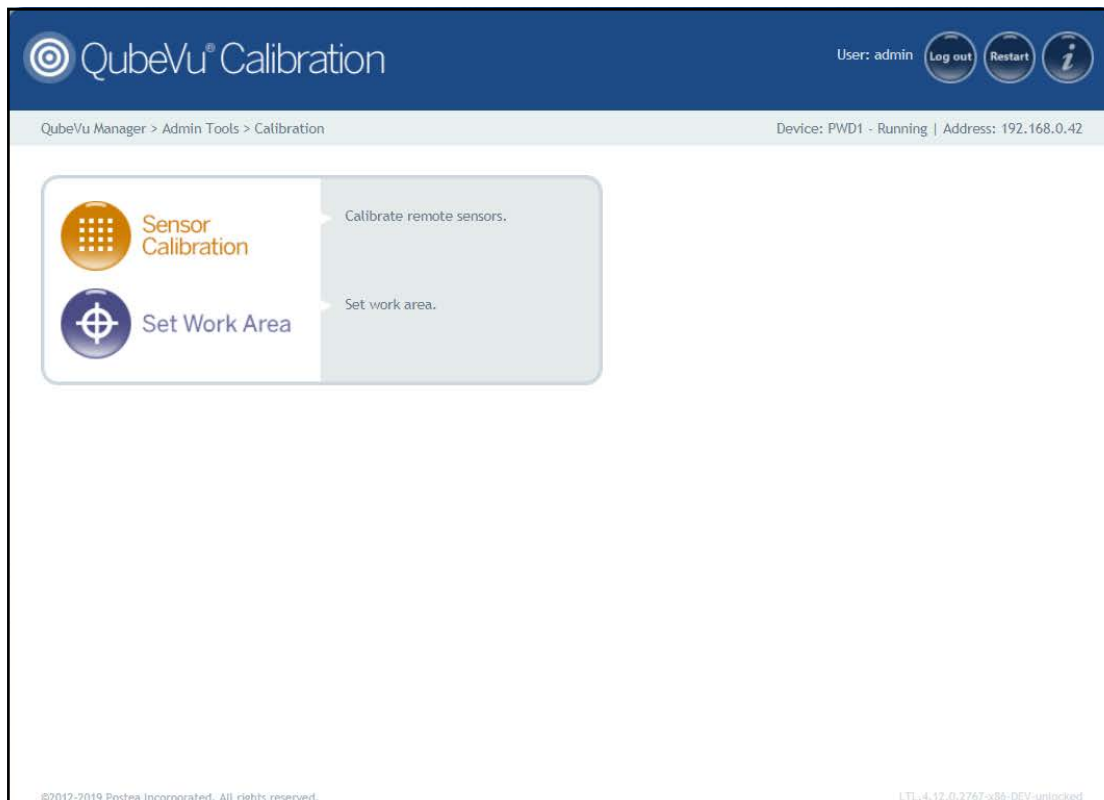

Figura 5-3. Menú de calibración
1. Pulse  **Sensor Calibration** en el menú **Calibration** (Figura 5-3 en la página 23) para entrar en el menú **Remote Sensors**.
1. Pulse  **Set Work Area** en el menú **Calibration** (Figura 5-3 en la página 23) para entrar en el menú **Set Work Area**.